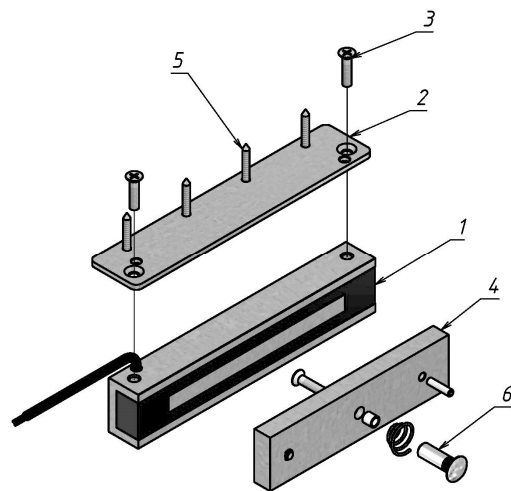
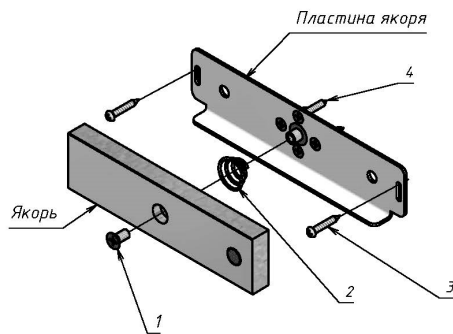

Рисунок 1 – Комплект поставки замка AL-350FB-M-01
Рисунок 2 –Якорь с комплектом крепления якоря 350P
3.2 В комплект поставки замка AL-350FB-M-01 входят (рисунок 1):
- пластина (2) -1 шт.
- винт М6х25 (3) -2 шт.
- комплект крепления якоря (6):
3.3 В комплекте поставки замка AL-350FB-M-02 комплект крепления якоря (поз.6 рисунок 1) заменен комплектом крепления якоря **350P** (рисунок 2): пластина якоря, винт М6х12 (1), пружина (2), саморез 4х25 п/к (3) -2 шт. - саморез 4,2х25 потайн. (4) - 4 шт.)
- комплект крепления якоря 350P (рисунок 2);
5.2 Корпусная часть замка размещается в верхней части дверной коробки. В зависимости от ширины дверной коробки монтажная пластина (поз.2 рисунок 1) ориентируется на корпусе замка и крепится с помощью винтов М6 (поз.3 рисунок 1). Варианты крепления корпуса замка на пластине приведены на рисунке 3.
5.4 Якорь замка для варианта поставки AL-350FB-M-02 устанавливается без сверления монтажных отверстий в двери и без штифта с помощью комплекта крепления якоря 350P (рисунок 2). Якорь соединяется с пластиной крепления якоря винтом М6х12 (поз.1) через амортизирующую пружину (поз.2) и затем через регулировочные пазы в пластине крепится саморезами (поз.3) к двери. После окончательной регулировки взаимного положения корпуса и якоря при закрытой двери саморезы (поз.3) затягиваются, якорь снимается с пластины и выполняется крепление пластины к двери саморезами (поз.4), после чего якорь снова устанавливается на пластину.